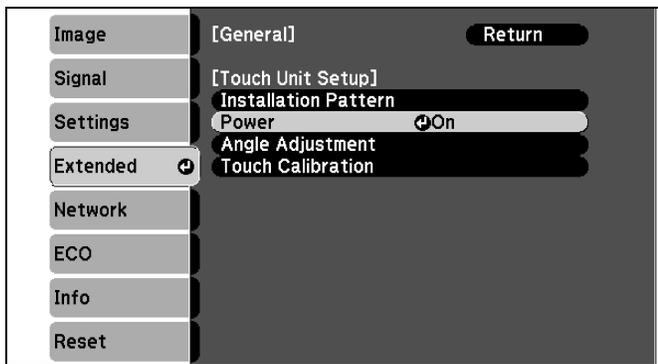

Figure 33
3. Sélectionnez **Alimentation** puis **Activée**. (Voir figure 33)